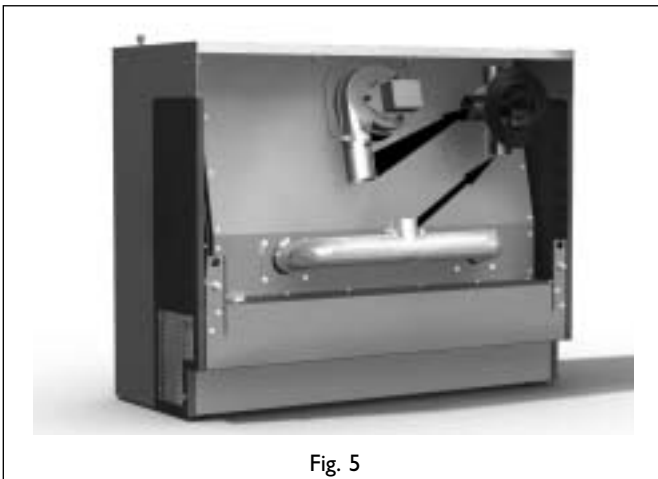

Fig. 5
- Le Power Flue 16kW présente 2 raccords d'amenée d'air de combustion sur l'appareil. Ils doivent tous deux être raccordés et combinés à l'aide d'un assemblage en T (voir la fig. 5).